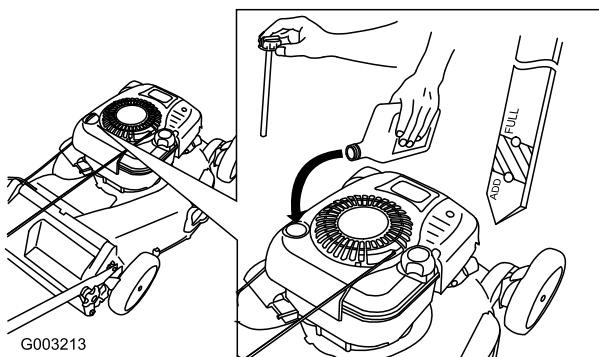

Bild 13
- Nehmen Sie den Peilstab heraus und wischen Sie ihn ab. Stecken Sie ihn dann ganz ein (Bild 13).
- Nehmen Sie den Peilstab heraus und prüfen Sie den Ölstand (Bild 13). Wenn der Ölstand unter der **Nachfüll**-Marke ist, gießen Sie langsam Öl in den Einfüllstutzen, um den Ölstand auf die Voll-Marke am Peilstab anzuheben. **Füllen Sie nicht zu viel ein.** (Max. Füllstand: 0,77 l des Typs: Waschaktives SAE 30W-Öl mit der Klassifizierung SF, SG, SH, SJ, SL oder höher durch das American Petroleum Institute (API).)